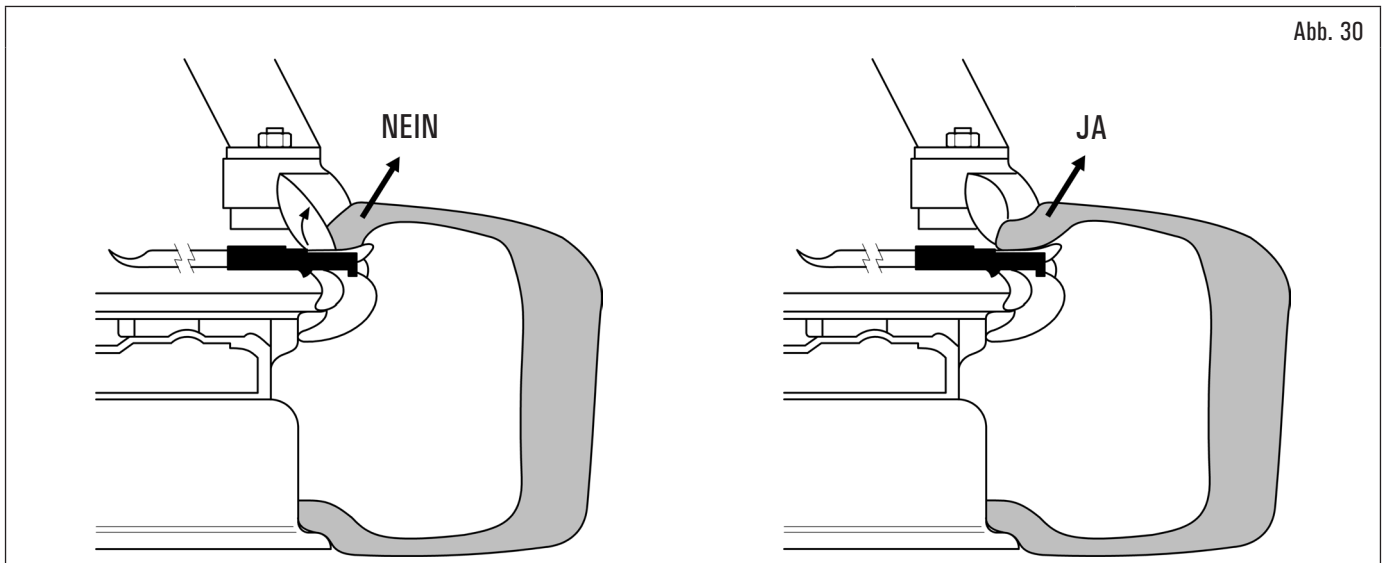

Abb. 30
10. bei der Demontage von harten Reifen kann es vorkommen, dass der Wulst mit gedrehter Lippe auf dem Werkzeugkopf aufliegt. Dadurch rutscht der Wulst vom Hebel, wenn man mit der Rotation in Uhrzeigerrichtung beginnt. Zur Vermeidung muss der Reifen etwas in Gegenzeigerrichtung gedreht werden, bis die Lippe sich ausbreitet. Nun mit dem Abziehen in Uhrzeigerrichtung beginnen (siehe Abb. 30).